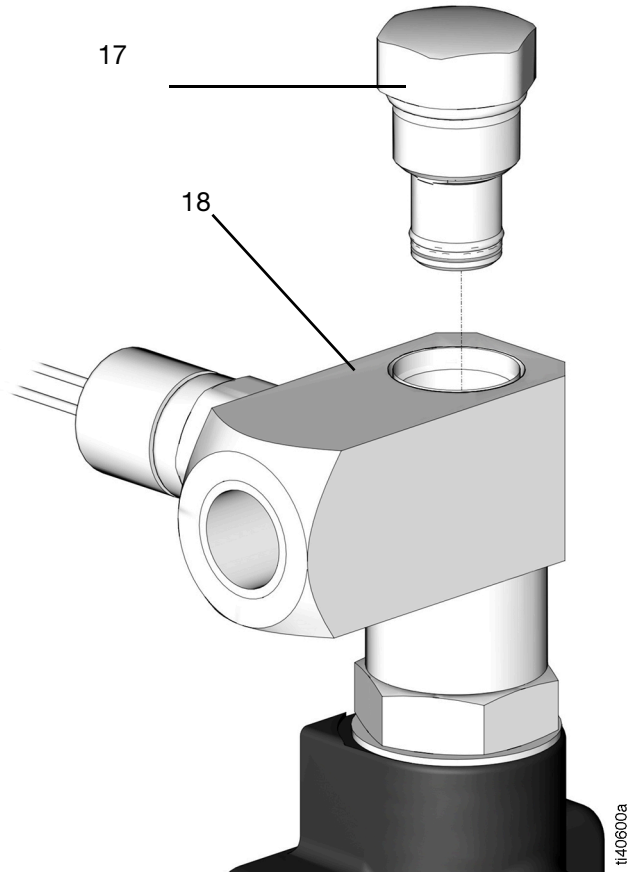

図 35
3. 標準チェックバルブ (17) をアウトレット取り付け金具 (18) から取り外します (図 35)。